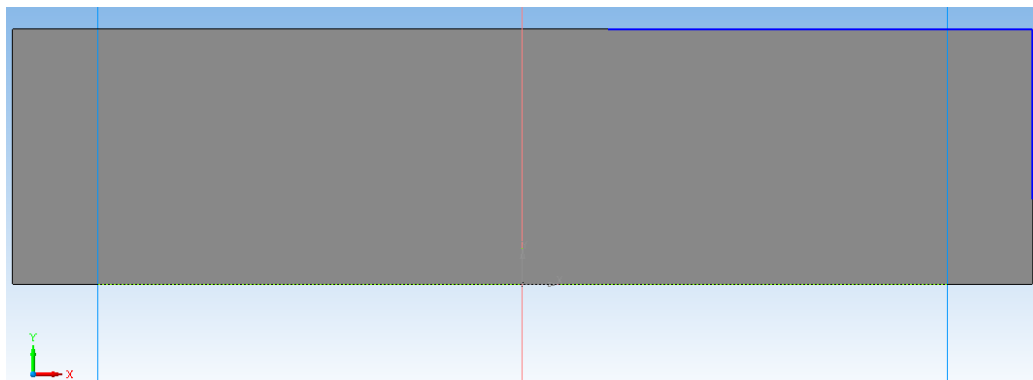

Рисунок 13.19 – Построение второго отрезка
6. Постройте второй отрезок (катет) длиной 10 мм (рисунок 13.19).